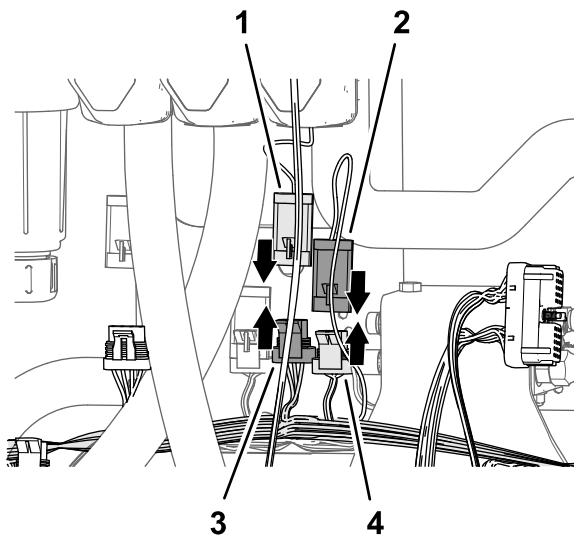

Bild 88
2. Stecken Sie den 3-Stift-Stecker des 89-cm-Kitkabelbaumzweigs, der mit MASTER VALVE beschriftet ist, in den 3-Buchsen-Stecker des Maschinenkabelbaums, der mit MASTER SPRAY VALVE beschriftet ist (**Bild 88**).
3. Stecken Sie den 3-Stift-Stecker des Aktuators für das Hauptsprühventil in den 3-Buchsen-Stecker des 89-cm-Kitkabelbaumzweigs, der mit MASTER VALVE beschriftet ist (**Bild 88**).